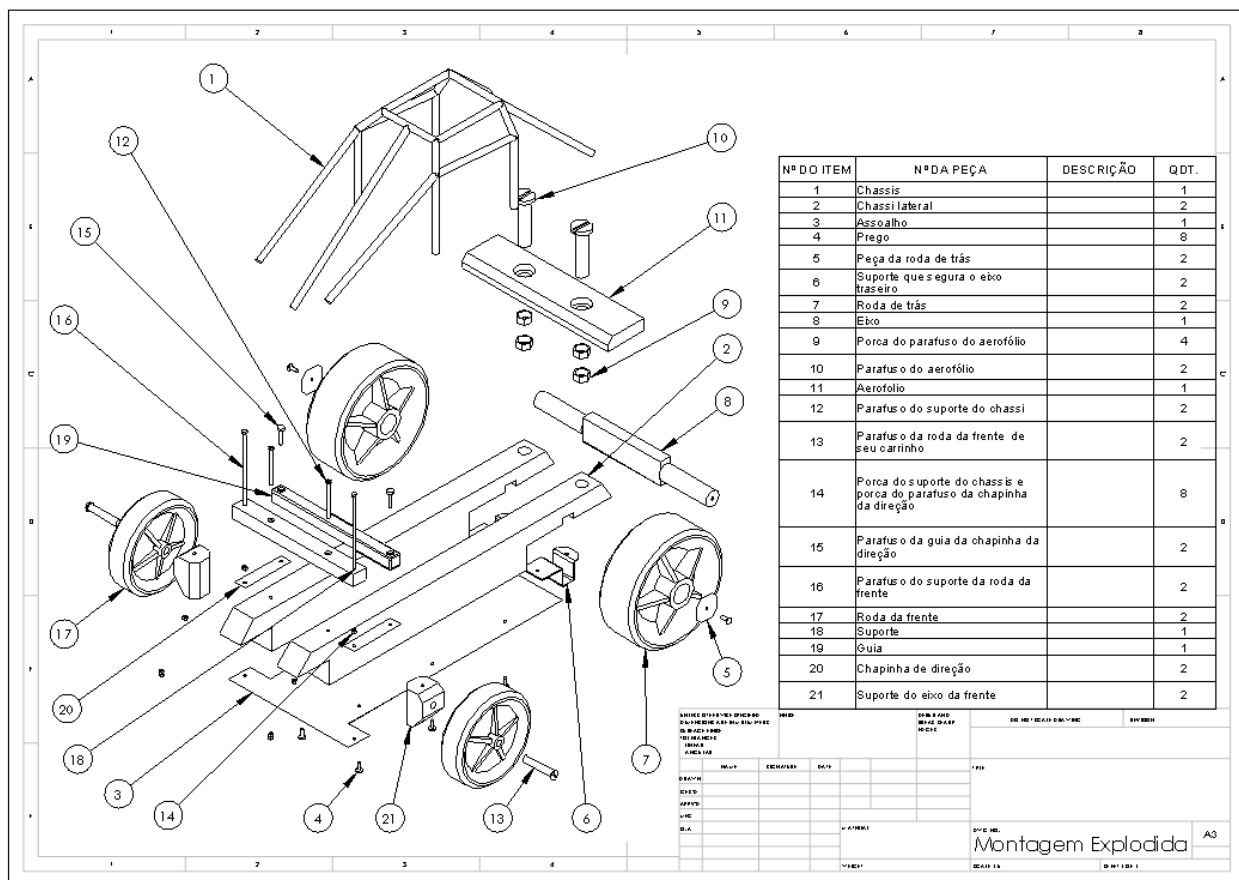

Figura 5.17 - Detalhamento do desenho explodido.
3.12. Clique sobre a vista explodida. Não é necessário fazer qualquer alteração nas propriedades da ferramenta de **Lista de materiais**. Simplesmente clique em  **OK**. Após a confirmação, observe que foi criada uma tabela automática. Posicione a tabela acima da legenda. Se necessário, ajuste o tamanho das colunas para que a tabela caiba na folha. Selecionando todo o texto da tabela, uma caixa de formatação de fonte aparecerá. Altere a fonte de texto para Arial, tamanho 12. Complete as informações da legenda conforme a Figura 5.17¹⁷.